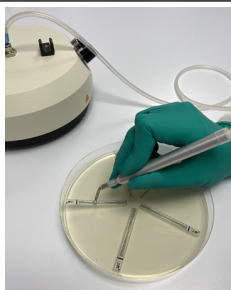
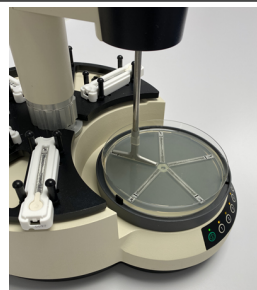

Рис. 4
Рис. 5
3. Тест-полоски ETEST можно наносить на засеянную поверхность агара с помощью ручного аппликатора [Mini Grip-It, вакуумного пинцета NEMA C88 (**рис. 4**), пинцета или другого аналогичного устройства] либо автоматического аппликатора SIMPLEX C76 (**рис. 5**). Разместите тест-полоску ETEST шкалой МИК вверх (по направлению к крышке чашки) и максимальной концентрацией ближе к краю чашки (**рис. 4 и 5**).